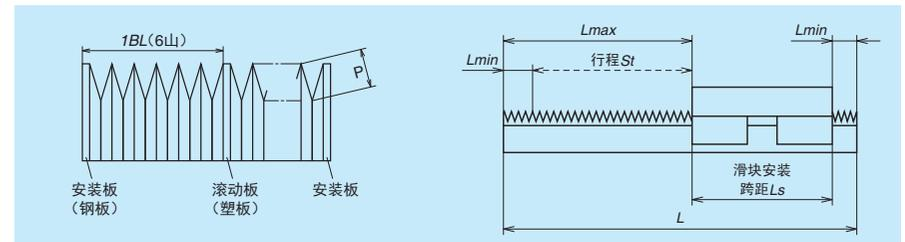

图 7.10
- 如图 7.10 所示，波纹套管由六个折合形成 1 段 (BL)。由该 BL 的整倍数确定行程。